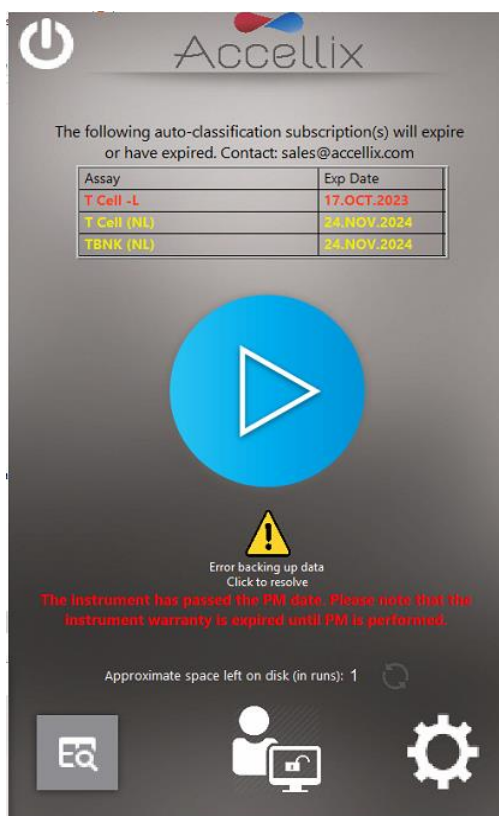

Figure 15 : écran Accueil avec connexion activée, affichant le statut de l'abonnement, le bouton Recopier et le statut de MP
**Remarque** : si les abonnements en classification automatique sont activés et qu'un abonnement à un test doit expirer au cours des 6 prochaines semaines, le nom du test et sa date d'expiration apparaissent en **jaune** dans un tableau au-dessus du bouton bleu **Start** (Démarrage). Si l'abonnement à un test a déjà expiré, le nom du test et sa date d'expiration apparaissent en **rouge** (Figure 15).
**Remarque** : si des fichiers n'ont pas été copiés correctement sur l'emplacement de sauvegarde, un bouton jaune d'avertissement affichant un triangle avec point d'exclamation (!) apparaît sous le bouton bleu **Start** (Démarrage) (Figure 15). Cliquez sur ce bouton pour afficher l'écran **Show Errors** (Afficher les erreurs) (voir la section 12.4 Fonctions de gestion des erreurs).
**Remarque** : si la date de la maintenance préventive (MP) est dépassée pour un instrument, un avertissement apparaît sous le bouton bleu **Start** (Démarrage) (Figure 15). Contactez l'assistance d'Accellix pour prévoir la maintenance dès que possible.